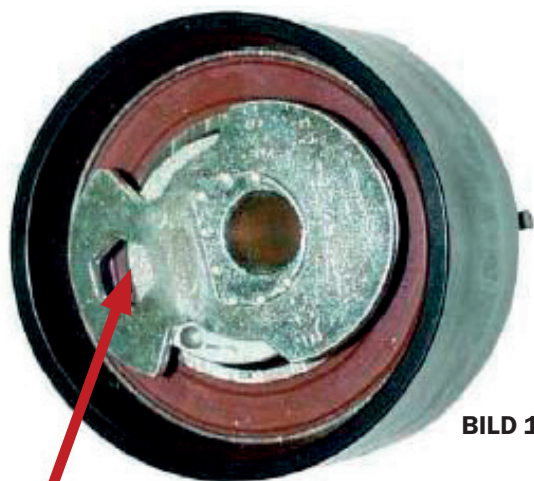

BILD 1
5. Montera den nya automatiska spännaren med dess nya bult och dra åt för hand (sexkantshålet ska befinna sig vid klockan +/- 9) (bild 1).